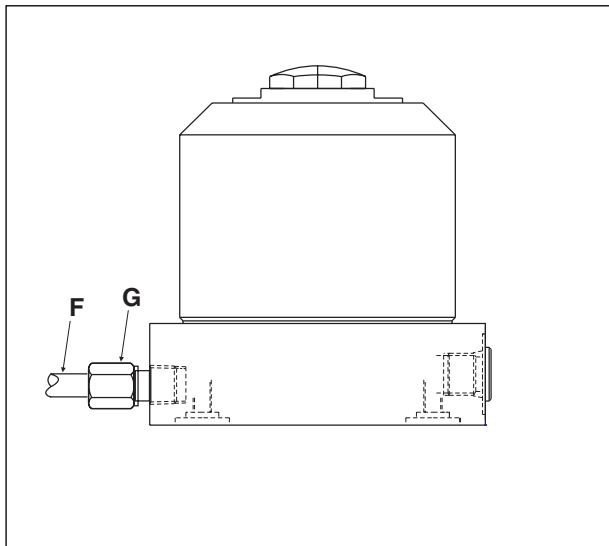

Abbildung 2 - Entlüftung durch den seitlichen Anschluß (mit zusätzlichem Rohr und einer Verschraubung)
1. Falls die Gefahr besteht, daß das Entlüfteranschlußstück (A) mit Kühlmittel überspült wird, sollte das Entlüfteranschlußstück entfernt werden. Die Entlüftung mit einem Rohr und einer Verschraubung an einen sauberen, entfernten Bereich der Vorrichtung verlegen (siehe Abbildung 2).